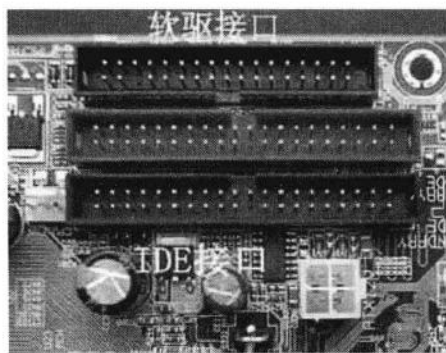

图 1-1-13 主板 IDE 接口
⑨ 在同一个排线 IDE 口上连接两个设备时，一般的原则是传输速度相近的安装在一起，硬盘和光驱应尽量避免安装在同一个 IDE 口上。主板 IDE 接口如图 1-1-13 所示。